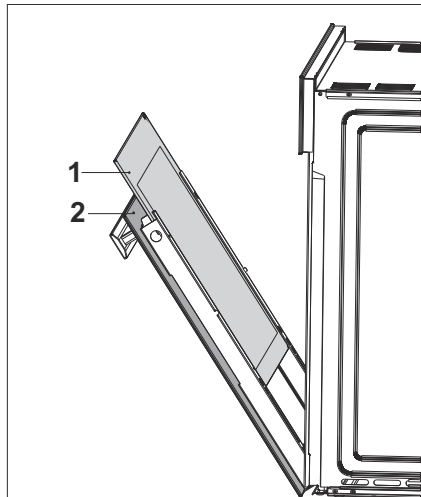

Fig. 29
- Retire el vidrio interno del aparato para limpiarlo (Fig. 29).